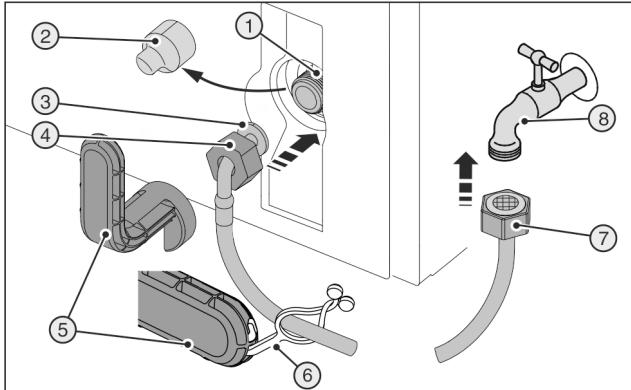
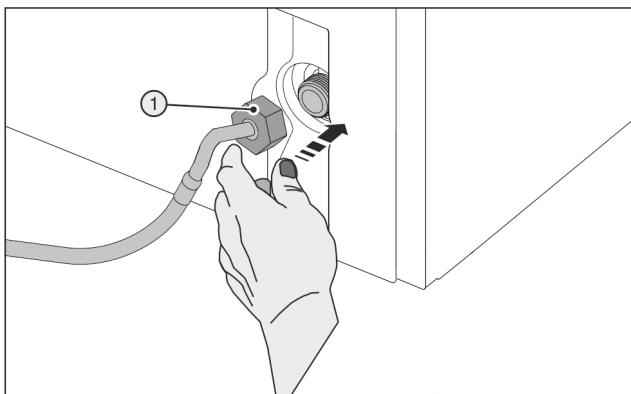

Fig. 45
Fig. 46
破损的辅助工具 Fig. 45 (5)！
- 只能在室温下使用辅助工具 Fig. 45 (5)。
- 拆下盖子 Fig. 45 (2)。
- 略微装配：将直软管端 Fig. 45 (7) 向左置于地面。
- 将螺母 Fig. 45 (4) 推至软管弯折端 Fig. 45 (3) 上方末端并固定。
- 小心装上螺母 Fig. 46 (1) 并用两根手指将其垂直拧到螺纹上，直至达到紧固位置。
- 使用辅助工具 Fig. 45 (5) 顺时针拧紧螺母 Fig. 46 (1)，直至达到最大扭矩并且辅助工具 Fig. 45 (5) 旋紧。
- 将螺母 Fig. 45 (7) 拧到截流阀 Fig. 45 (8) 上。
- 使用辅助工具 Fig. 45 (5) 顺时针拧紧螺母 Fig. 45 (7)，直至达到最大扭矩并且辅助工具 Fig. 45 (5) 旋紧。
- 打开供水截流阀 Fig. 45 (8) 并检查整个水系统的密封性。
- 将连接板 Fig. 45 (6) 卡入辅助工具 Fig. 45 (5) 内并固定在不锈钢软管上，以便于保存。